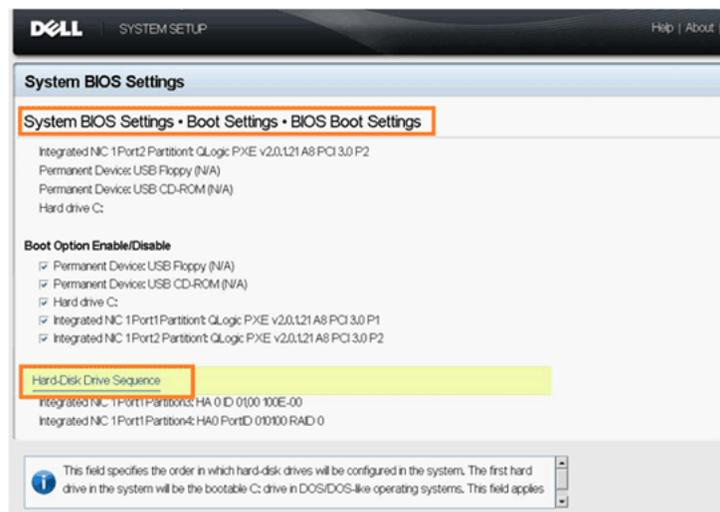

Figure 5-29. Sélection de la séquence de démarrage iSCSI
12. Sélectionnez **System BIOS Settings** (Paramètres du BIOS du système), **Boot Settings** (Paramètres d'amorçage), **BIOS Boot Settings** (Paramètres de démarrage du BIOS) et **Hard-Disk Drive Sequence** (Séquence de disques durs), comme indiqué à la Figure 5-29.